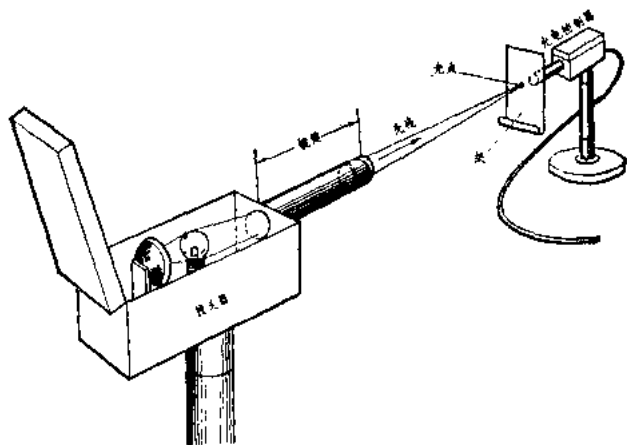

图 5-5
下面谈谈如何调整这一套通用光电控制器。按图 5-5 的样子，首先把投光器和光电控制器放在光电警戒的房门两边，距离约三~四米，再在投光器的镜筒③里面放入透镜，移动透镜在筒内的位置（先把透镜紧紧塞入一个纸筒内，再把纸筒放入投光器的镜筒③内），目的是使投光器投射出来的光线，在光电控制器的圆筒端聚成一个小光点。为了检查光点大小，可以在光电控制器的圆筒前面挂一小张纸片，变动投光器中透镜的位置，使光点聚在小纸片上成一个小小的光点，这光点直径越小越好，光点小说明光点上的光强，则光电控制的距离可以远些。光点调节好之后，把光电控制器的电源接通，光电控制器便可以正常工作了。我们移动投光器或光电控制器的位置，使光点调整到恰好能照到光电控制器的光导管上。这样，